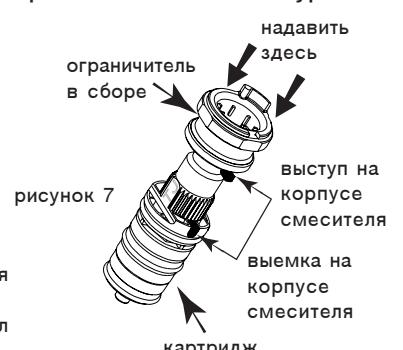

рисунок 7
- Наденьте ограничитель в сборе до упора на картридж так, чтобы выступ на корпусе ограничителя совпал с выемкой на корпусе картрида. (См. рис. 7)